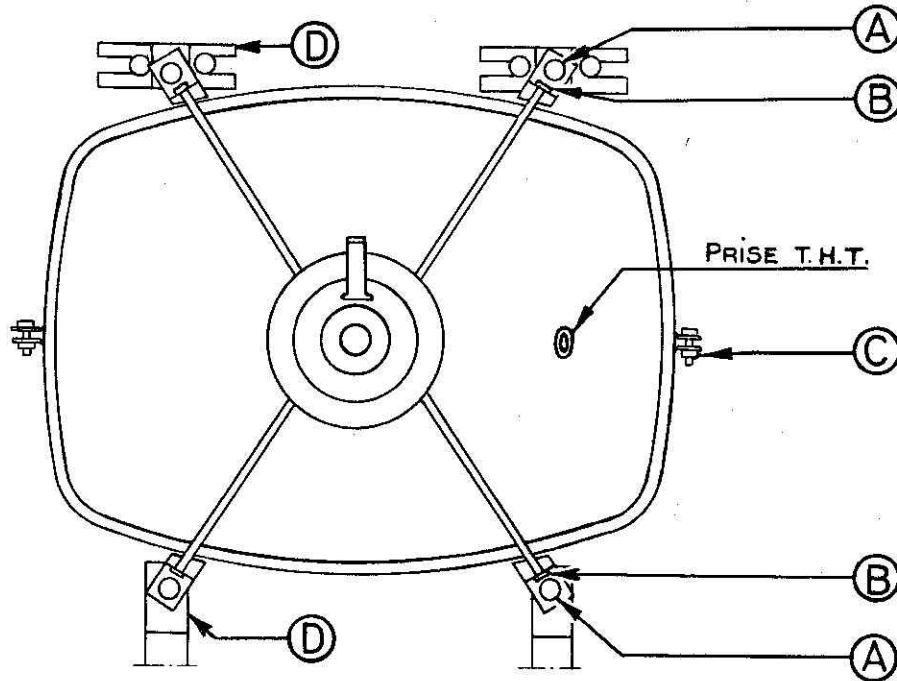

Fig. 6
6.1.3 - Dévisser les quatre écrous A (fig. 6), sortir l'ensemble de l'ébénisterie et le poser sur un feutre, le tube étant sur la face avant.